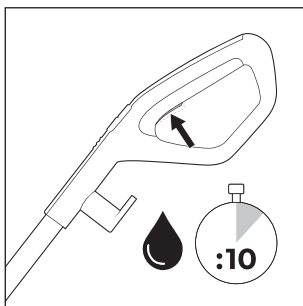
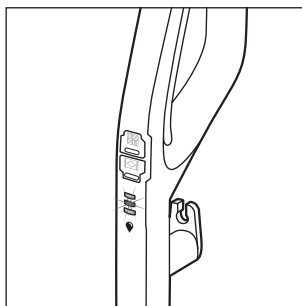

Abb. 14
Abb. 15
- ♦ Halten Sie vor jedem Gebrauch den Schalter Reinigungslösung  **15** für ca. 10 Sekunden gedrückt, um die Bürstenrolle **6** mit Reinigungslösung betriebsbereit zu machen (siehe Abb. 14). Die Anzeige Reinigungslösung  **12** blinkt abwechselnd blau auf, wenn der Schalter Reinigungslösung  **15** gedrückt gehalten wird (s. Abb. 15).